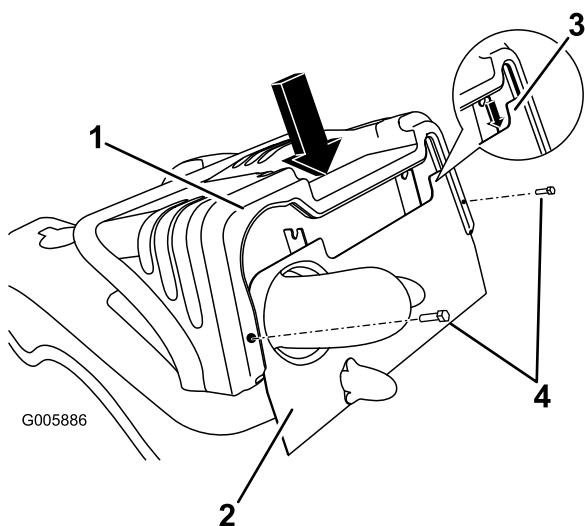

Figure 29
1. Pour installer le capot, alignez sa fente sur le châssis et abaissez-le sur le châssis avec précaution (Figure 29). Vérifiez que le châssis est engagé correctement dans la rainure du capot avant d'appuyer sur ce dernier. Appuyez doucement pour engager la goupille de retenue. Remettez les fixations retirées précédemment.